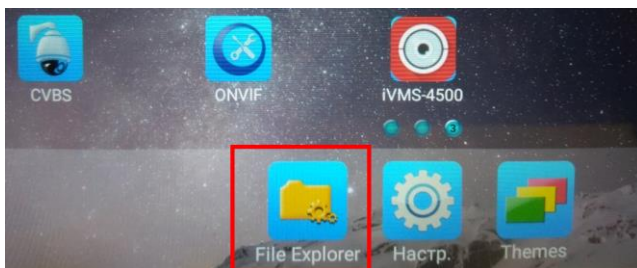

Рис. 25 Приложение «File Explorer»
- 4) Вернитесь на рабочий стол тестера, найдите значок приложения «File Explorer» и запустите его (рис. 25);